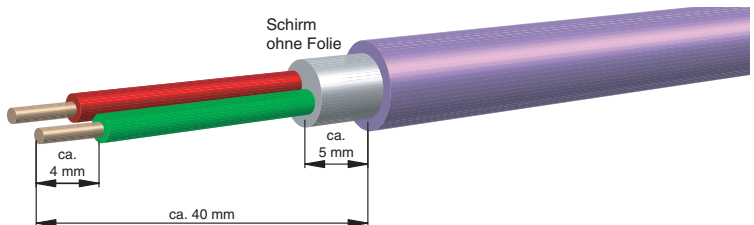

Abbildung 6.10 Kabel ablängen
2. Abmanteln des Kabels und Abisolieren der Adern: (Abbildung 6.10)